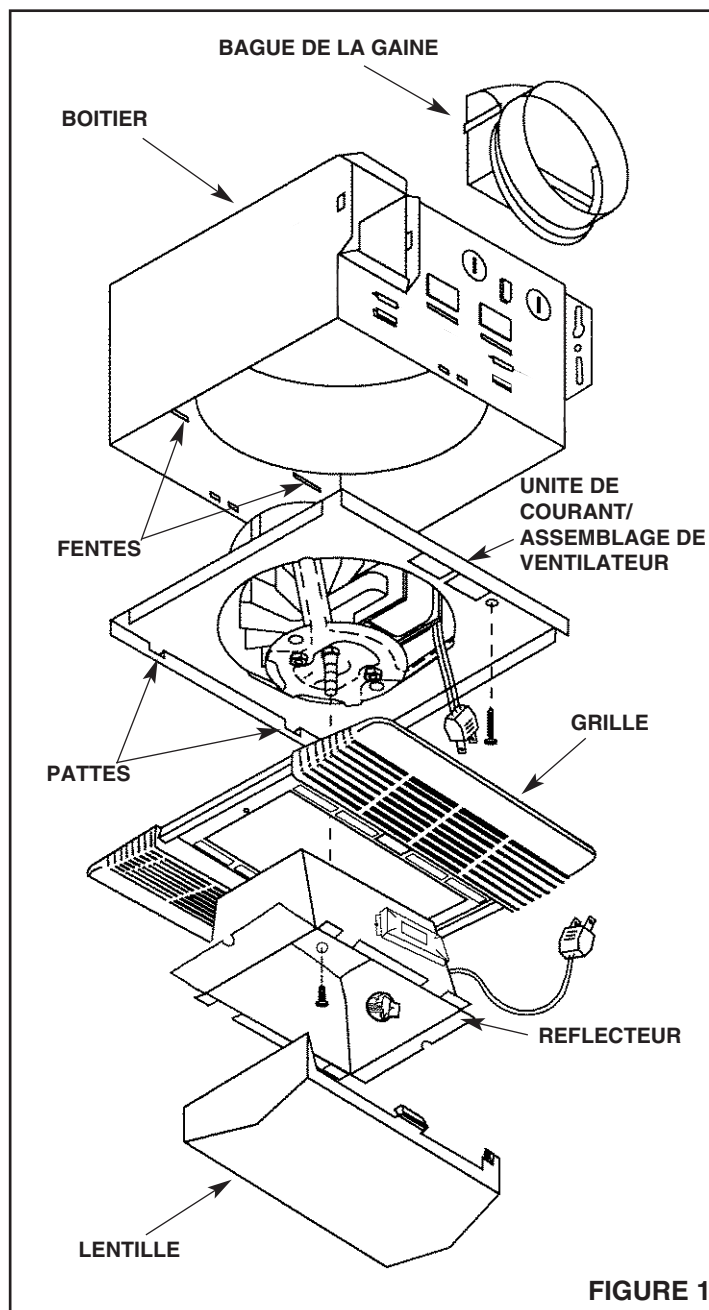

FIGURE 1
2. **Se référer à la figure 1.** Retirez l'unité de courant/assemblage de ventilateur du boîtier. Retirez les visses et tirez les pattes de l'assemblage de l'unité de courant des fentes du boîtier. Posez l'unité à côté en attendant d'en avoir besoin.
1. **Se référer à la figure 1.** Placez la bague de la gaine au dessus des brides au niveau de l'ouverture de la sortie du ventilateur. Fixez fermement la bague en claquant les pattes dans les fentes des brides.